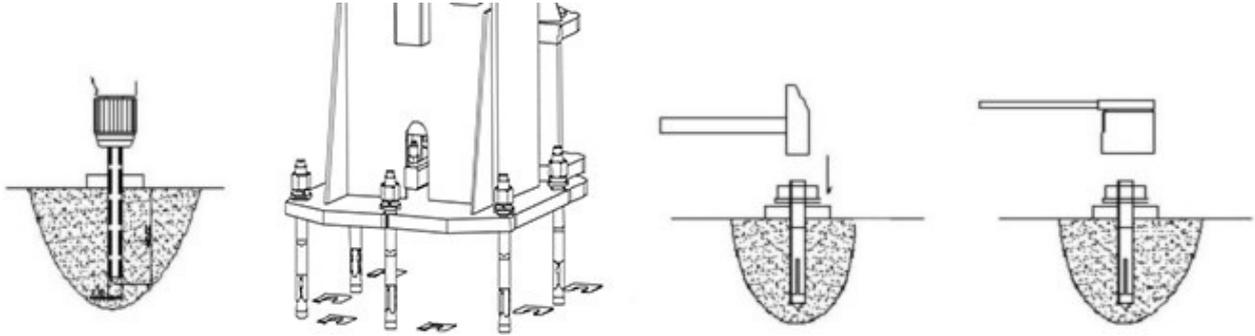

Fig. 21 Diagrama de instalação dos parafusos de ancoragem
2.4.9 Instalar os parafusos de ancoragem (Fig. 21)